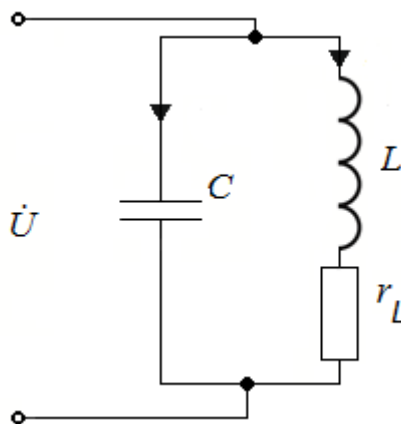

Рис. 198
4. В простом параллельном колебательном контуре (рис. 198) $C = 2,5$ мкФ, $L = 4$ мГн; $r_L = 11,2$ Ом; $U = 10$ В. Определить частоту резонанса токов и полное сопротивление цепи при резонансе.